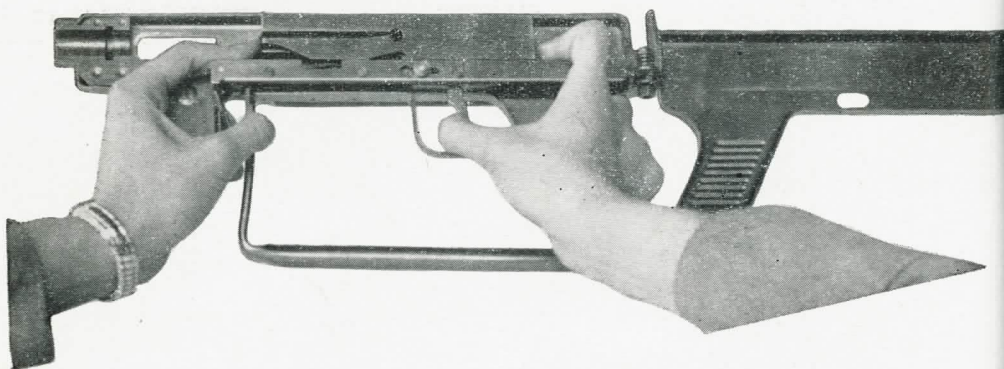

Fig. 2 — Retirar a culatra.
- 8 — Retirar a *culatra* (p. 42), como indica a fig. 2, à página 24, isto é: acionando o *gatilho* (p. 30) e a *alavanca-de-segurança* (p. 35) com os dois polegares, e com os indicadores e médios das duas mãos procurando a posição em que ela sai mais facilmente.
- 2 — Colocar a *culatra* (p. 42) fazendo o inverso do indicado no item 8, de a) e levando-a à posição mais avançada;